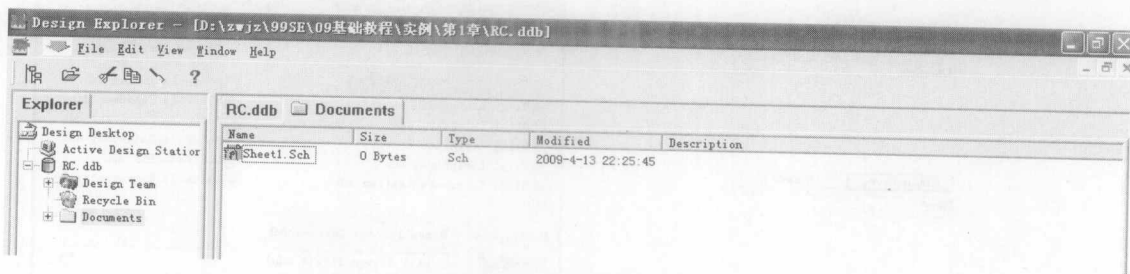

图1-11 新建的原理图设计文件
- (3) 在新建设计文件对话框中，单击 **【Schematic Document】**（原理图设计文件）图标选中新建原理图设计文件选项，然后单击 **OK** 按钮，系统将会自动新建一个原理图设计文件，结果如图 1-11 所示。